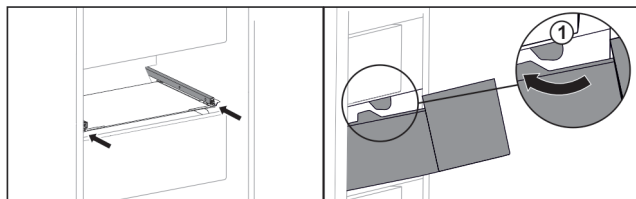

Fig. 47
- ▶ Прокарайте чекмеджето около ограничителите Fig. 47 (1).